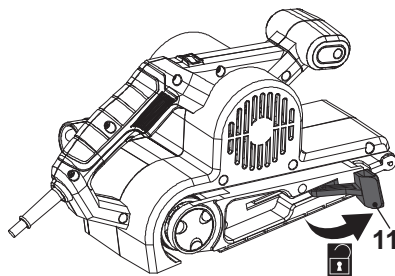

Fig. 1
1. Tire de la palanca de sujeción (11) hacia fuera (Fig. 1).